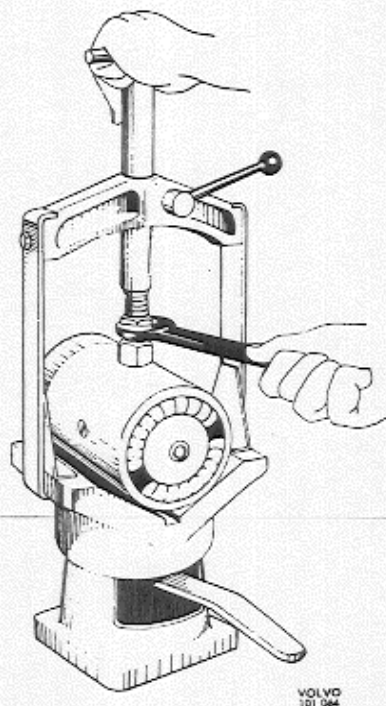

Abb. 3-17 Prismenstück für Ausbau der Feldwicklung
3. Polgehäuse in das auf Abb. 3-17 gezeigte Prismenstück (Bosch EFAW 9) od.dgl. einspannen und die Polschrauben lösen.